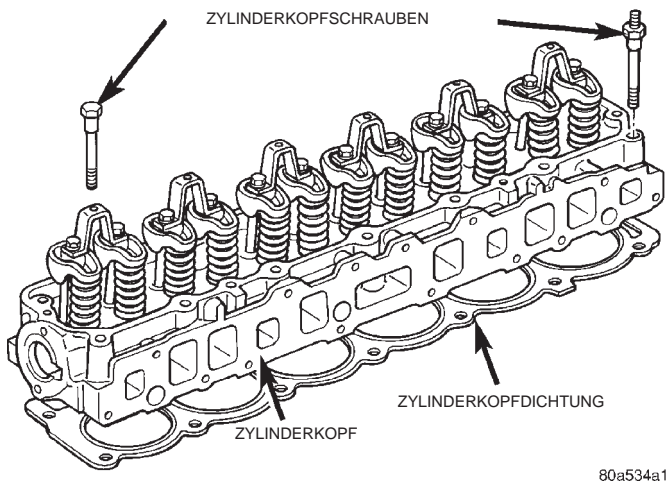

Abb. 36 Zylinderkopf
(6) Stößelstangen ausbauen. **Stößelstangen, Haltebügel, Drehgelenke und Kipphebel in der Reihenfolge des Ausbaus ablegen.**
(7) Den Antriebsriemen für Zusatzaggregate an der Servopumpe (bei Ausstattung mit Servolenkung) oder an der Spannrolle ausbauen (siehe hierzu Kapitel 7, "Kühlsystem").
(8) Bei Fahrzeugen mit Klimaanlage Klimakompressor ausbauen (siehe hierzu Kapitel 24, "Heizung und Klimaanlage").
(9) Bei Ausstattung mit Servolenkung Servopumpenhalterung abbauen. Servopumpe und Halterung ablegen. Schläuche **NICHT** lösen.
(10) Druck im Kraftstoffsystem abbauen (siehe hierzu Kapitel 14, "Kraftstoffanlage").
(11) Kraftstoffleitungen demontieren. Siehe hierzu "Schnelltrennkupplungen" im Kapitel 14, "Kraftstoffanlage".
(12) Ansaug- und Auspuffkrümmer vom Zylinderkopf abbauen (siehe hierzu Kapitel 11, "Auspuffanlage und Ansaugkrümmer").
(13) Zündkabel abziehen und Zündkerzen herausdrehen.
(14) Steckverbinder/Temperaturfühler abziehen.
(15) Zündspule und Halterung ausbauen.
(16) Zylinderkopfschrauben herausdrehen. Schraube 14 kann erst herausgedreht werden, nachdem der Zylinderkopf nach vorne verschoben wurde (Abb. 36). Schraube 14 so weit wie möglich herausziehen und durch Umwickeln mit Klebeband fixieren.
(17) Zylinderkopf und Zylinderkopfdichtung abnehmen (Abb. 36).
(18) Wurden die Zylinderkopfschrauben zum ersten Mal herausgedreht, diese auf der Oberseite mit einer Farbmarkierung versehen. Schrauben, die bereits eine Farbmarkierung erhalten haben oder bei denen nicht bekannt ist, ob sie bereits benutzt wurden, dürfen nicht wiederverwendet werden.
(19) Saubere, flusenfreie Lappen in die Zylinderbohrungen stopfen.